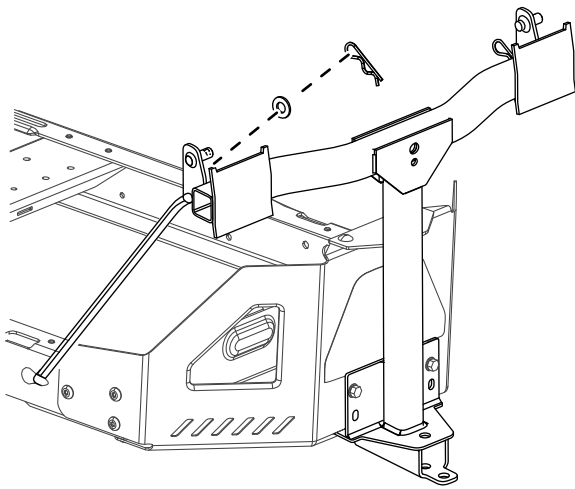

Figura 10
4. Montai capătul îndoit i evazat al unei tije în fanta de blocare din partea stângă a cadrului mainii i deplasai tija în spate pentru a o aeza în cadru (Figura 10).
5. Introduceți capetele îndoite ale tijelor în elementul de montare a dispozitivului de atașare, aa cum se arată în Figura 10 și fixați capătul fiecărei tije cu o aibă și un știft în formă de agrafă.